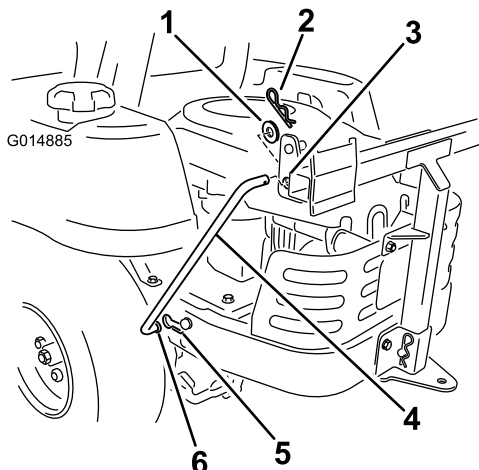

Figure 14
5. Montez deux tiges de support de chaque côté du bâti. Localisez l'encoche dans le bâti de la machine et placez-y l'extrémité évasée et courbée de la tige (Figure 14). Déplacez la tige en arrière pour l'engager dans le bâti.
6. Insérez l'extrémité coudée de la tige dans le bâti du système de ramassage, comme illustré à la Figure 14. Fixez le bout de la tige avec une rondelle et une goupille fendue.